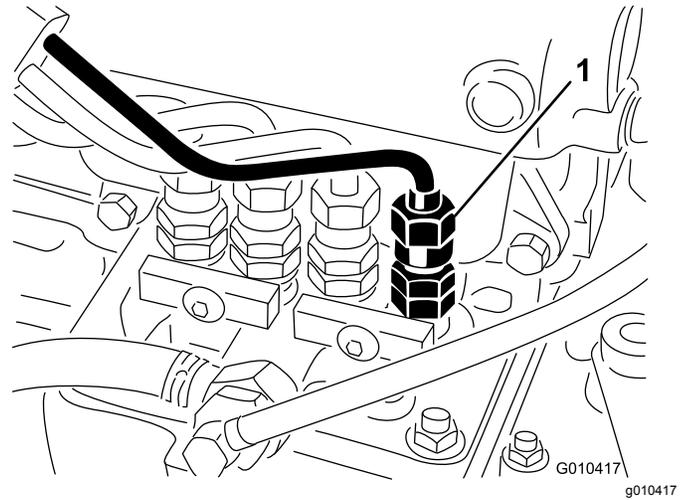

Figura 34
1. Afloje la conexión entre el tubo y el conjunto de la boquilla y soporte del inyector N° 1 en la bomba de inyección (Figura 34).